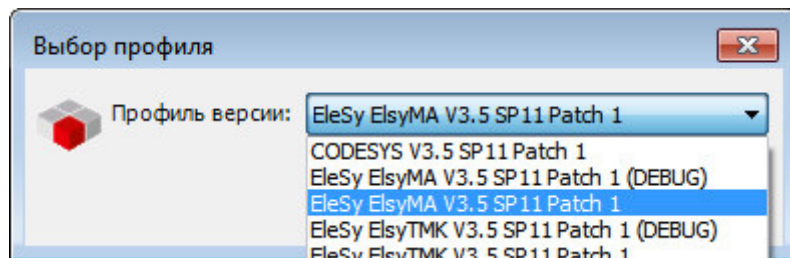

Рисунок 5.1 – Окно выбора профиля CoDeSys
2. В появившемся окне выбора профиля (рисунок 5.1) необходимо выбрать *EleSy ELSYMA V <версия> SP6 Patch <версия>*.